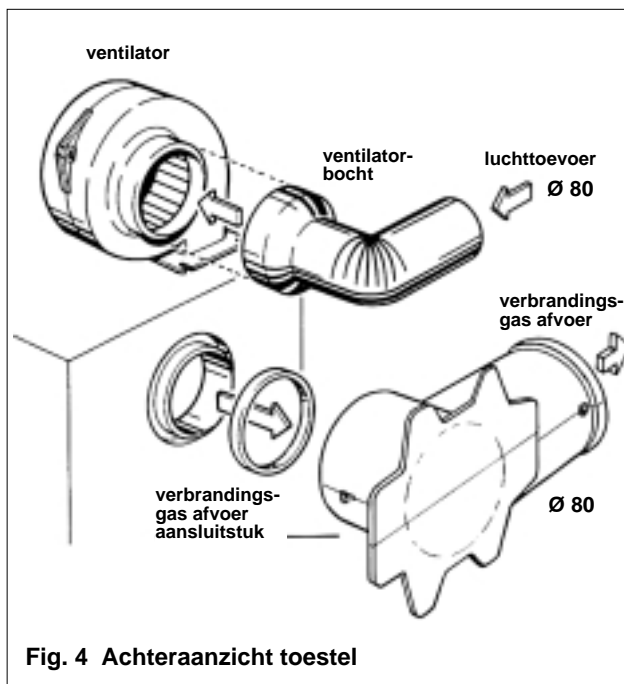

Fig. 4 Achteraanzicht toestel
4. Bij toepassing van gesloten toestel: Monteer op de aanzuigopening van de ventilator de ventilatorbocht en maak de aansluiting naar de luchttoevoerleiding $\varnothing 80$ (fig. 4).